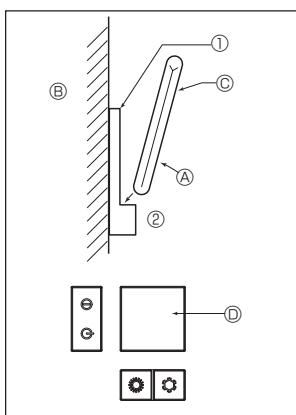
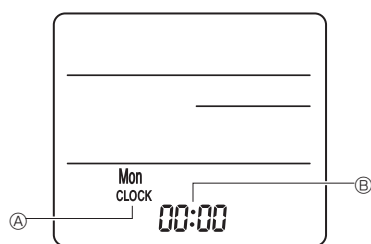

Fig. 7-7
Fig. 7-8
2) Metoda de instalare (Fig. 7-7)
① Atașați suportul pentru telecomandă în locația dorită folosind 2 șuruburi auto-filetante.
② Așezați capătul inferior al telecomenzii în suport.
③ Telecomandă ④ Perete ⑤ Panou afișaj ⑥ Receptor
3) Configurarea (setarea ceasului) (Fig. 7-8)
① Introduceți bateriile sau apăsați butonul **CLOCK** cu un obiect ascuțit.